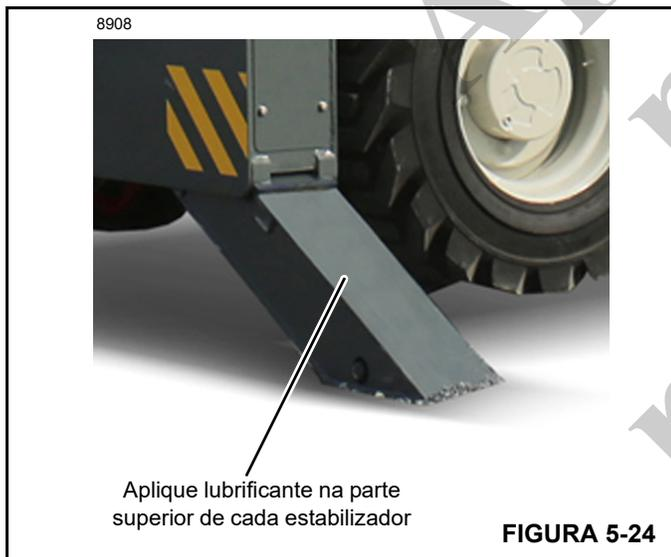

FIGURA 5-24
3. Aplique graxa à base de lítio EP2 ou equivalente nas áreas mostradas na Figura 5-24. Não lubrifique demais. Eleve e abaixe os estabilizadores várias vezes para que a graxa se espalhe.